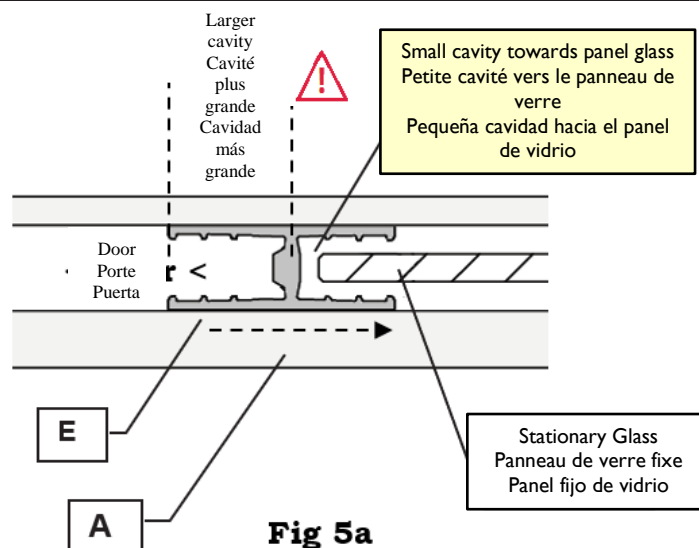

Fig 5a
1. Set the **InLine Post (E)** into the **Sill (A)** and slide the side with the smaller cavity onto the edge of the **Stationary Glass (D)**. (Fig 5a/5b)
1. Placez le **poteau en ligne (E)** dans le **seuil (A)** et faites glisser le côté avec la plus petite cavité sur le bord du **panneau de verre fixe (D)**. (Fig. 5a/5b)